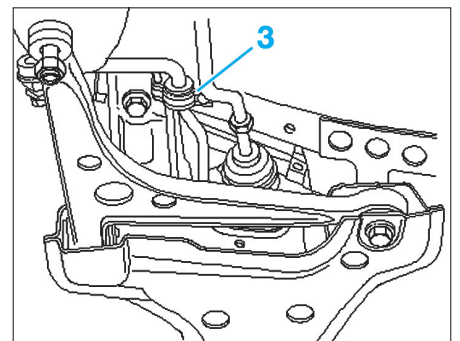

Fig. 13
- Dévisser les colliers (3) de la barre stabilisatrice du berceau (Fig.13).